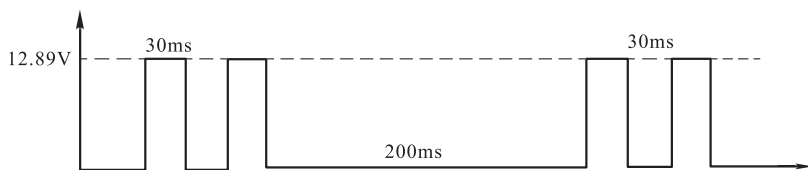

图 4-76 机油状态传感器波形
(1) 检测供给电源电压 用数字式万用表对传感器 1 号端子进行工作电压检测。用数字万用表直流 20V 档检测机油状态传感器 1 号端子，点火开关打开时，其电源端电压应是蓄电池电压。
(2) 检测搭铁线 检测 2 号线与搭铁间电阻，正常值应为 0Ω ，否则说明搭铁不正常。
(3) 检测信号线参考电压 检测 3 号线信号电压应在 $9.8 \sim 10.5V$ 范围内。在怠速时测量电压值应基本不变化。
(4) 查询故障码 使用 V. A. G1551 可以查询故障码，若机油液位传感器本身或线路出现问题，会出现故障码 00562。
(5) 波形检测 运用示波器对机油状态传感器输出端的信号进行波形分析，可以进一步确定该传感器信号特征。该信号是一个脉冲矩形方波信号。机油状态传感器波形如图 4-76 所示。